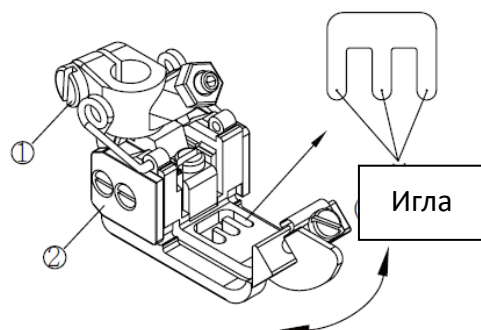

Fig. 23/23
Ослабьте винт (1) и отрегулируйте лапку (2) нужную вам позицию. Затем затяните винт (1) (Рис.23)